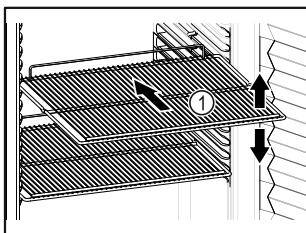

Fig. 71 Przykładowa prezentacja
- ❑ Jeśli ruszty do składowania Fig. 71 (1) są ruchome, należy je ustawić odpowiednio do wysokości.